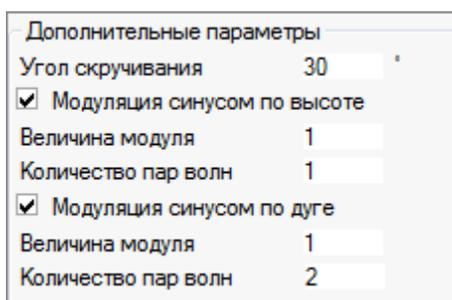

Рисунок 2.79
*Примечание: флажки могут быть установлены одновременно в двух окнах (рисунок 2.79).*